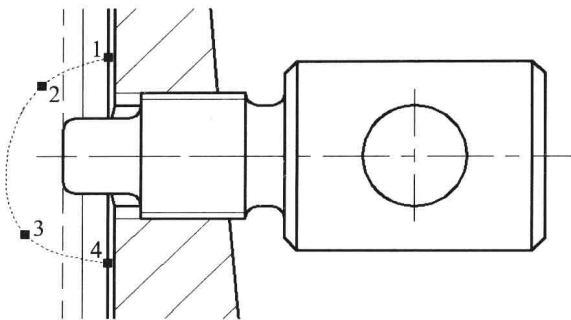

图6-6-9
(12) 在“绘图”面板中,单击“图案填充”按钮,打开“图案填充和渐变色”对话框,单击“添加:拾取点”按钮,在需要填充的支座右侧区域内单击,按 Enter 键;填充“图案”选择“ANSI31”,“角度”选择 0.00。单击“确定”按钮,图案填充完成。
(13) 单击“绘图”面板名称，展开面板，单击“样条曲线”按钮 \sim ，按快捷键“Ctrl+鼠标右键”，弹出临时捕捉命令菜单，选择“最近点”，捕捉并单击螺杆图形右侧边上的最近点1；依次单击点2、3和4，按三次Enter键，创建样条曲线，如图6-6-9所示。